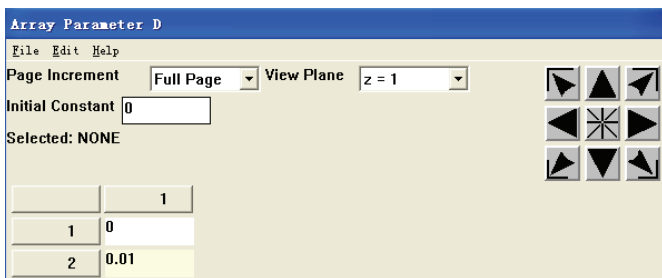

图 5-247 定义数组参数对话框
2) 在 Array Parameters 对话框中单击 Add 按钮, 出现 Add New Array Parameter 对话框, 在 Par Parameter name 输入栏中输入 D, 其余选项采用默认设置, 单击 OK 按钮关闭该对话框, 在 Array Parameters 对话框中选择 D array, 单击 Edit 按钮, 出现 Array Parameter D 对话框, 参照图 5-247 对其进行设置, 选择 File | Apply/Quit 命令, 关闭该对话框。